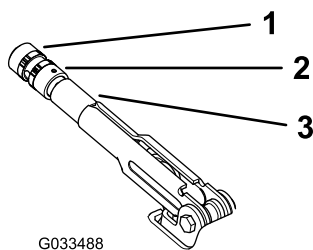

Figura 57
2. Allentate la vite a pressione che fissa la manopola alla leva del freno di stazionamento (Figura 57).
3. Girate la manopola (Figura 57) finché non occorre una forza di 20–22 kg per azionare la leva.
4. Serrate la vite a pressione una volta finito (Figura 57).